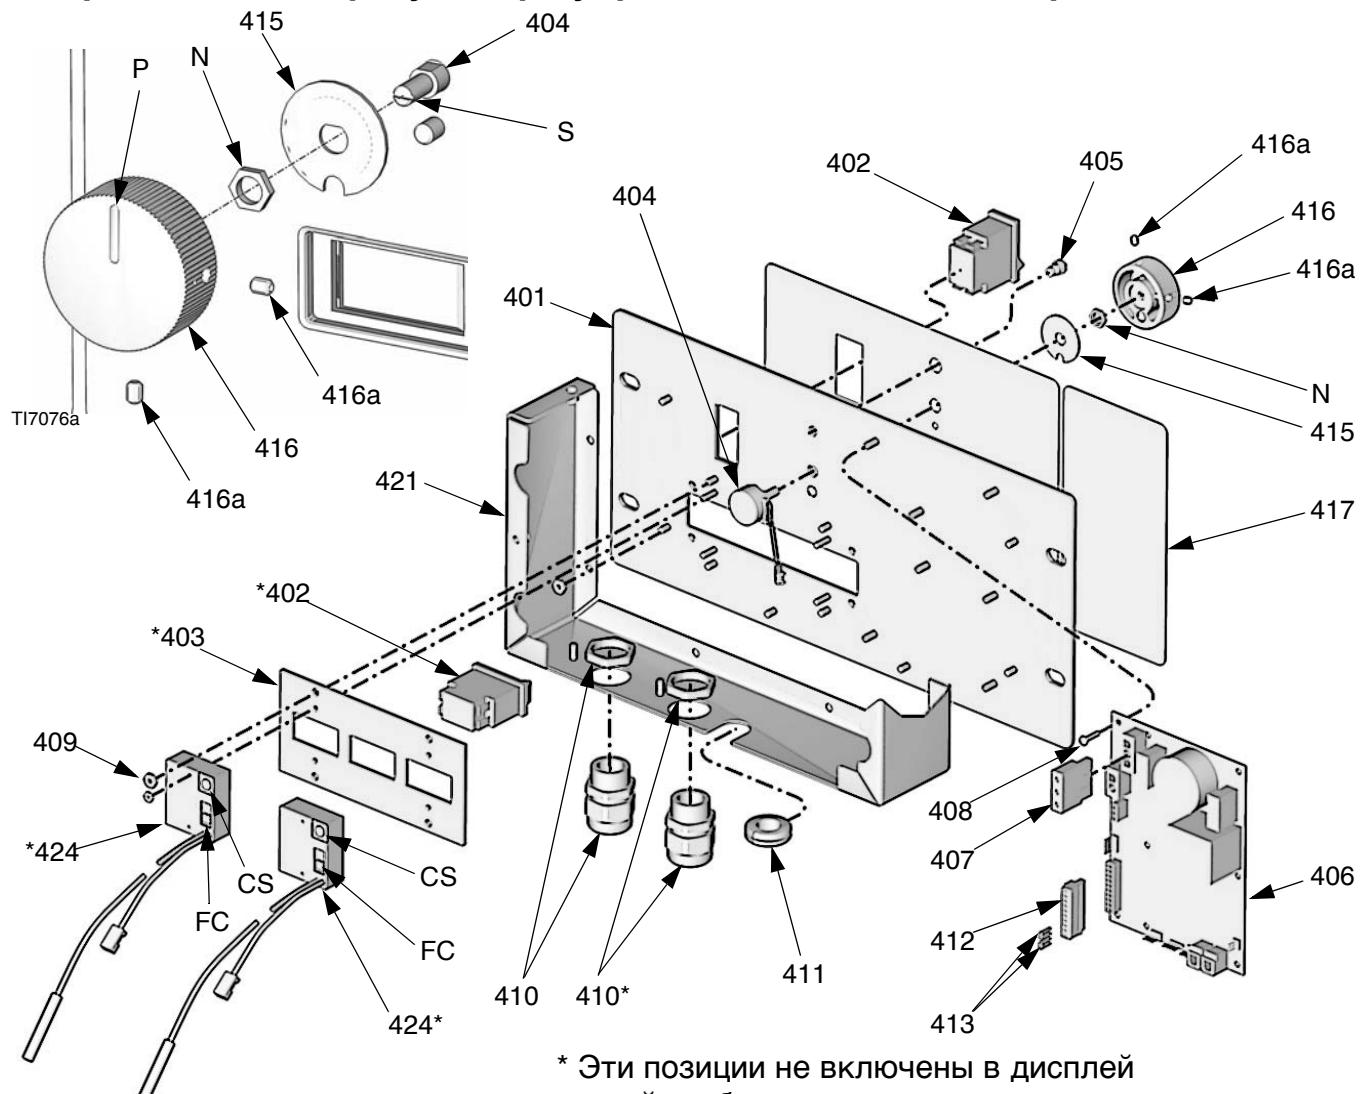

Рис. 11. Модули управления (показана модель с нагревателем)
- Снимите крышку доступа (39) на задней панели модуля управления.
- См. Рис. 11. Найдите ползунковый переключатель (FC), расположенный с правого края каждой платы дисплея температуры. При отгрузке устройство настроено на $^{\circ}\text{F}$ (нижнее положение). Для переключения на $^{\circ}\text{C}$ переместите оба переключателя в верхнее положение.
- См. Рис. 11. Найдите калибровочный винт (CS) в правом верхнем углу каждой платы дисплея температуры. Немного поверните винт для корректировки отображаемой температуры.
- См. Рис. 11. Извлеките два установочных винта (416a) и снимите регулятор управления (416) с вала потенциометра (404).
- Снимите гайку (N, деталь позиции 404) и стопорную пластину (415).
- Установите новый потенциометр (404) в обратном порядке. Установите